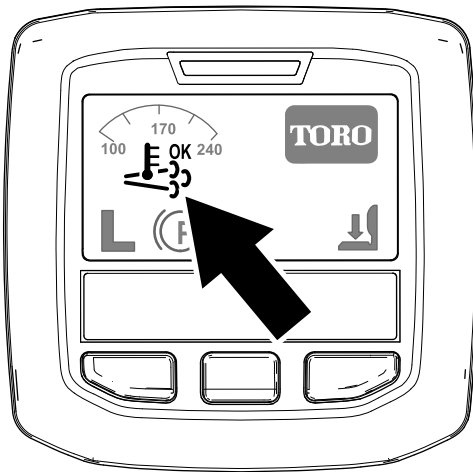

Figure 42
- L'icône de régénération assistée/commandée s'affiche dans l'InfoCenter (Figure 42).